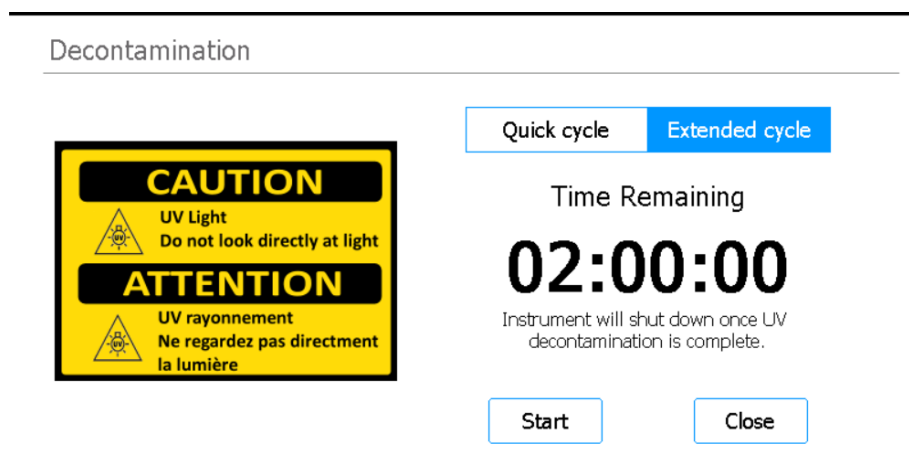

Figura 22 Pantalla Decontamination con Extended cycle seleccionado
- 3 En la parte superior de la pantalla, seleccione **Extended cycle**, como se muestra en la Figura 22.